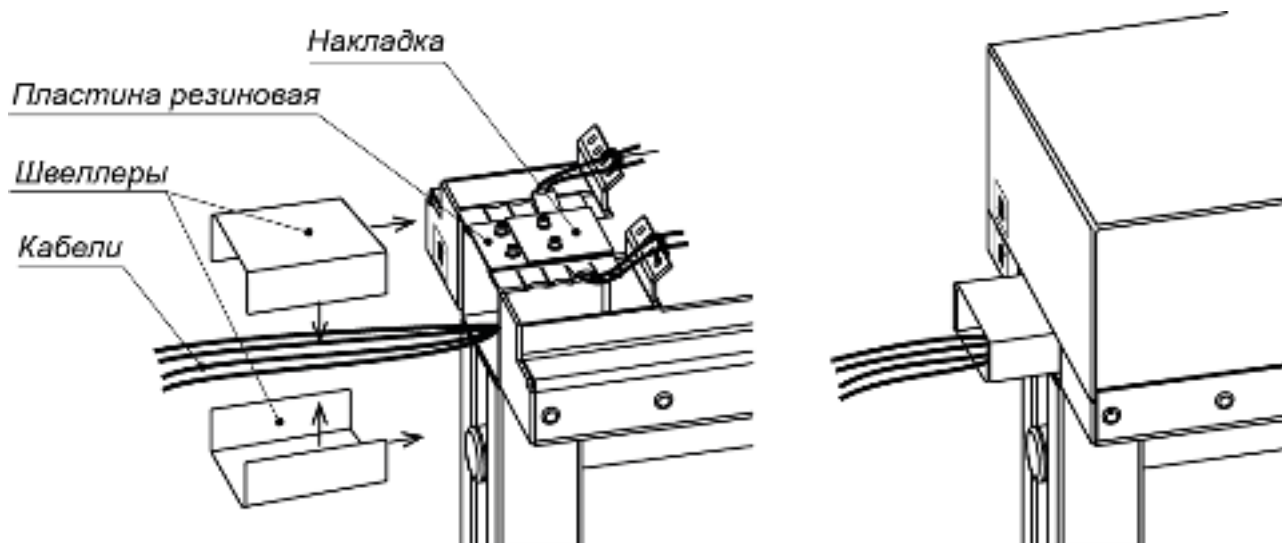

Рисунок 20. Прокладка кабелей между двумя турникетами
- Последовательно закрепите на элементах крепления установленной секции ротора две оставшиеся секции, используя 4 болта M8×14 для верхних точек крепления и 20 болтов M8×12 (ключ SW6) для остальных точек крепления с пружинными шайбами (см. рис. 20). Для монтажа данных болтов рекомендуется использовать инструмент с возможностью фиксации в нем закручиваемого болта, к примеру, для ротора из стали – инструмент с магнитным наконечником (для ротора из нержавеющей стали применены болты также из нержавеющей стали, поэтому для этой цели нужно использовать липкую ленту, намотанную на наконечник, или подходящий пластичный материал).
- Проверьте вертикальность положения ротора с помощью уровня. При необходимости устранили отклонение от вертикальности путем смещения балки привода (8) в пределах допуска монтажных отверстий под шпильки и болты. Окончательно затяните болты и гайки крепления балки привода.